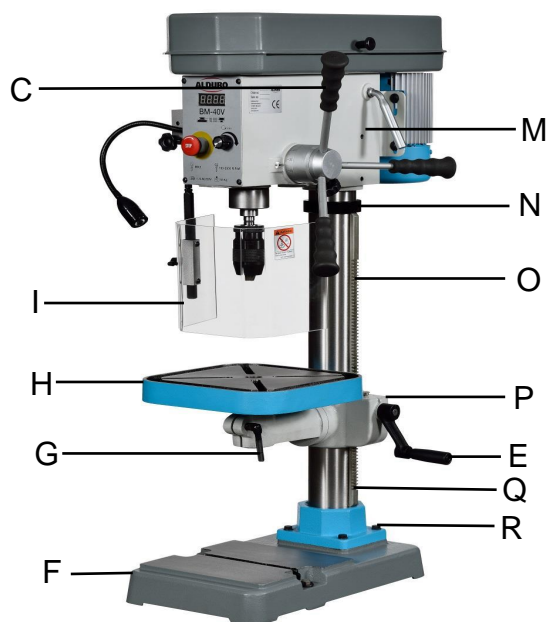

Fig 3
Fixer la colonne (Q, Fig. 3) au socle (F); bien serrer les 4 vis borgnes (R).
Monter sur la colonne la flasque de la colonne (P, Fig 3) avec la crémaillère jointe (O). Monter l'anneau (N) et le fixer avec la vis. Monter la manivelle (E) sur le maneton.
Fixer la table de travail (H, Fig 3). Visser le levier de serrage (G, Fig 3). Fixer la tête du perceur. Attention: La tête du perceur est lourde! Travailler avec prudence et se faire aider par quelqu'un pour ce travail.
Fixer le protecteur du mandrin (I, Fig 3).